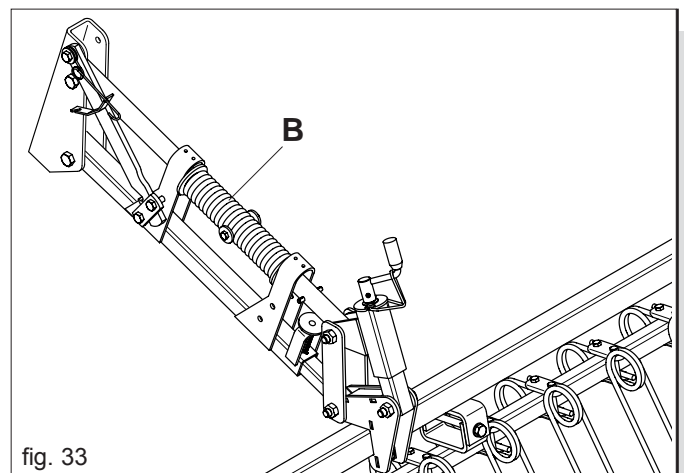

fig. 33
Der Arbeitsdruck der Federzähne der Saatgutabdeckegeggen kann durch Drehung der Feder (B) auf dem oberen Parallelarm verändert werden (Abb. 33).